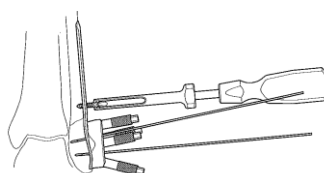

図9
- 9) 選択した長さの3.5 コーティカルスクリューを、ホールディングスクリュースリーブで把持し、六角2.5 ドライバー／六角2.5 パワーピンドライバーを用いて挿入します。（図9）